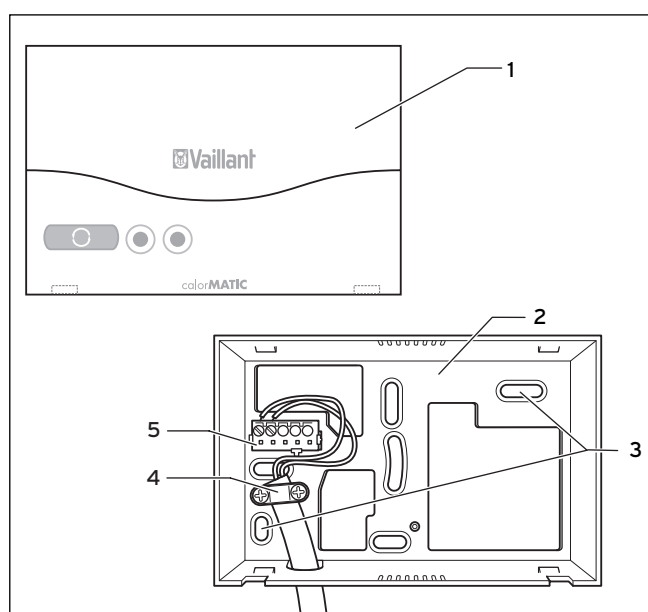

Abb. 4.1 Montage der Funkempfängereinheit
- ⇒ Schließen Sie das eBUS-Kabel an die Klemmleiste (1) des Wandsckels für die Funkempfängereinheit an.
- ⇒ Montieren Sie die Zugentlastung (4, Abb. 4.1).
- ⇒ Schließen Sie das eBUS-Kabel an die Klemmleiste des Heizgerätes (2) an.